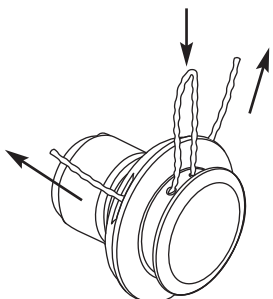

Fig. 12
5. Empuje y/o tire de la línea de modo que ésta se ajuste al cabezal central y quede completamente extendida a través de los túneles de colocación. (Fig. 12)